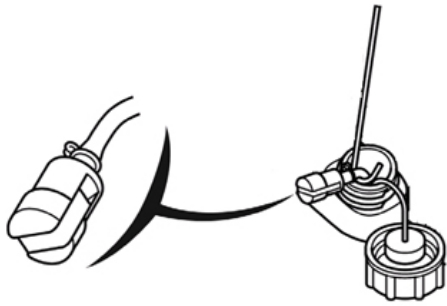

Рис. 10 Извлечение топливного фильтра
3. Зацепите крючком топливный шланг с фильтром и вытяните через заливную горловину (Рис. 10).